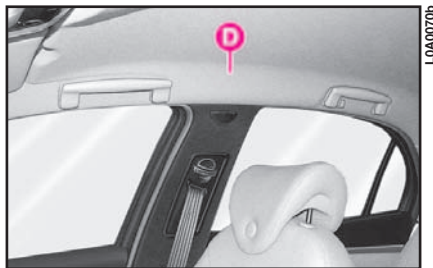
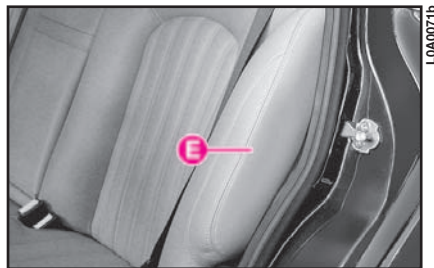

fig. 89
fig. 90
La vettura è dotata di air bag frontali (Multistage) per il guidatore (fig. 86) e per il passeggero **B** (fig. 87), di air bag laterali anteriori (Side bag) **C** (fig. 88), di Window bag **D** (fig. 89) e (dove previsto) di air bag laterali posteriori (Side bag) **E** (fig. 90).
– i side bag che sono alloggiati negli schienali dei sedili anteriori **C (fig. 88)** e (dove previsto) nelle imbottiture laterali dei sedili posteriori **E (fig. 90)**; questa soluzione permette di avere sempre il bag (cuscino) nella posizione ottimale rispetto all'occupante, indipendentemente dalla regolazione del sedile;